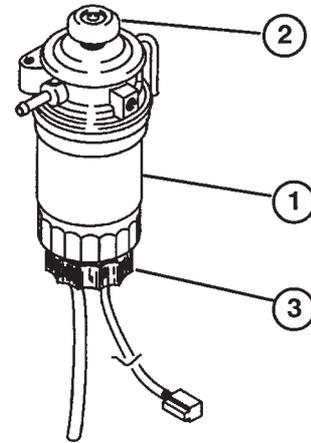

Figure 6
3. Dévisser d'environ un tour le bouchon de vidange du filtre à carburant/séparateur d'eau et vidanger l'eau accumulée. Le cas échéant, actionner la pompe d'amorçage pour vidanger l'eau (Fig. 6). Resserrer le bouchon après la vidange.